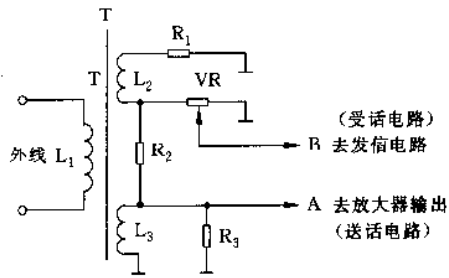

图 2-73
(2)单变压器差接耦合电路如图 2-73 所示,图中,当外线信号送到 L_1 时,其信号流向如下:外线 $\rightarrow L_1 \rightarrow L_2 \rightarrow VR \rightarrow B$ 点(受话电路)